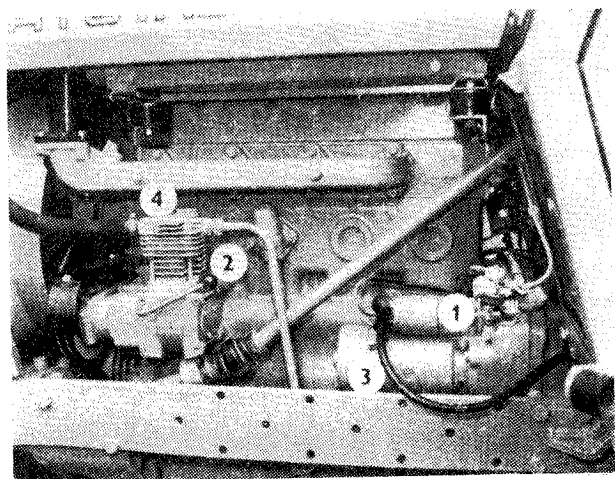

Fig. 8
5. Robinet de vidange du liquide de refroidissement hors du chauffage (fig. 8/1).
15. Manette de l'engagement du compresseur (fig. 8/2).